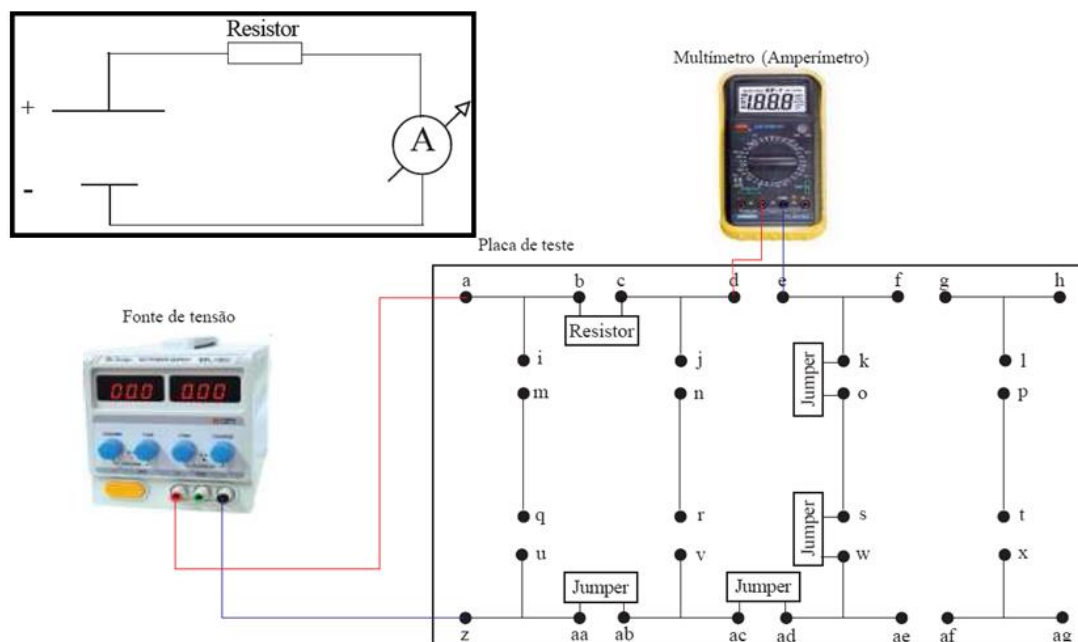

Figura 7: Sugestão para montagem do circuito, no quadro em destaque, para experimento com o amperímetro.
- i. Monte o circuito sugerido na Figura 7, conectando o cabo vermelho do amperímetro ao borne de entrada de 10 A e selecionando a correta escala do amperímetro para medida de corrente contínua (escolha inicialmente a escala mais segura, que é a de 10 A);⁴